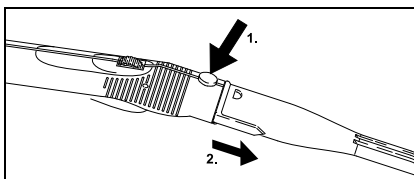

Fig. 9
- Pentru detașarea accesoriilor, apăsați butonul de dezăvorăre (C2, respectiv G3) și despărțiți părțile componente (vezi fig. 9).